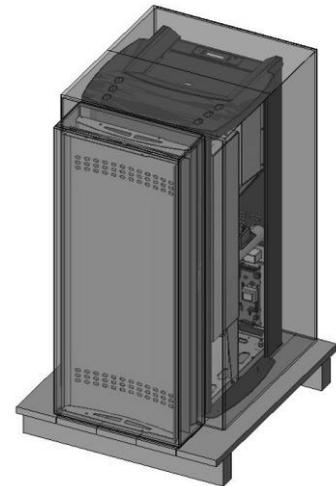

Figure 1 – Exemple emballage poêle + côtés en acier (poêle Ego)
- Il contient le poêle et les côtés en acier avec les profils (Fig.1)